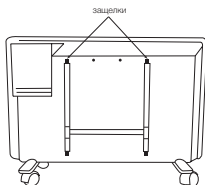

Рис. 4
- нажмите на защелки и потяните кронштейн на себя нажав вниз на две защелки (рис. 4);
Произвести чистку пространства позади установленного на стене обогревателя довольно несложно. Нажмите вниз две защелки (рис. 4) на задней стенке обогревателя, и потяните сам обогреватель вперед. После того, как он будет снят, можно будет вымыть стенку, на которой он был установлен. После завершения уборки установите обогреватель в его нормальное рабочее положение. Рекомендуемая температура и влажность в помещении: